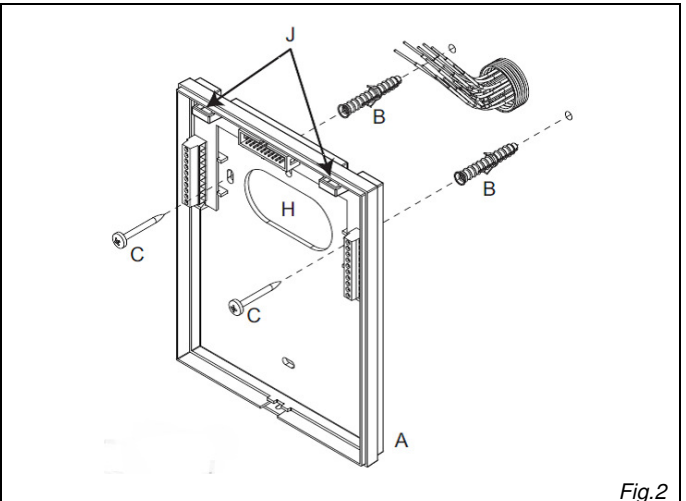

Fig.2
- Plaats de bodemplaat "A" tegen de muur op 135cm van de afgewerkte vloer (Fig.1). Alle kabels moeten door het gat "H" steken.(Fig.2).